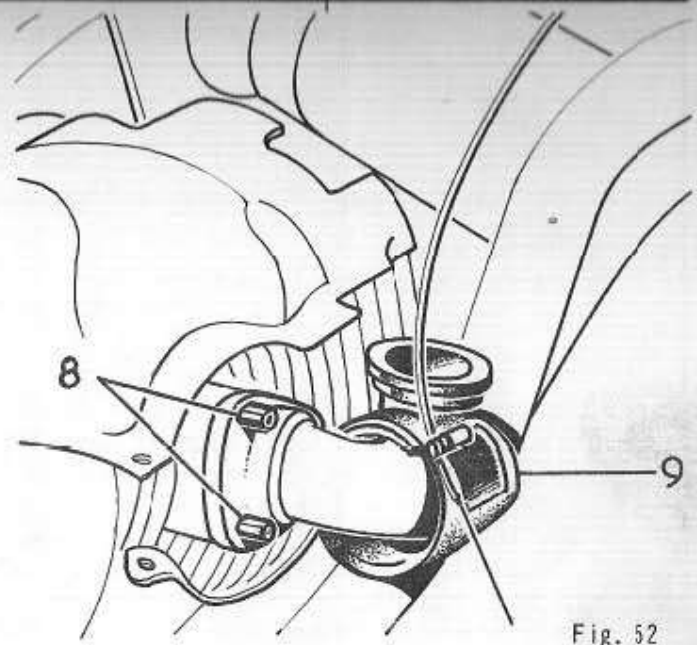

Fig. 52
- 7) Sur chaque prise d'air de chauffage, desserrer la vis (1) fixant la tirette sur le demi-collier inférieur et dégager le câble. La gaine du câble reste fixée sur le distributeur. à pipe de 7
- 8) Déposer de chaque côté les trois écrous (2) fixant par l'intermédiaire des demi-colliers, les prises d'air sur les tôles inférieures et supérieures des cylindres. Repousser les prises d'air sur les tubulures d'admission (9) - Fig. 52). rallonge de 8
- 10) Déposer sur chaque cylindre, les trois écrous (8), fixant la bride de tubulure d'admission et dégager la bride des goujons. à pipe de 10
- 11) Desserrer au maximum, sur chaque tube de réchauffage, les deux écrous (3) les fixant sur la tubulure centrale d'admission. Déposer de chaque côté des tubulures d'échappement, les deux écrous (6) fixant l'extrémité du tube de réchauffage. à pipe de 14